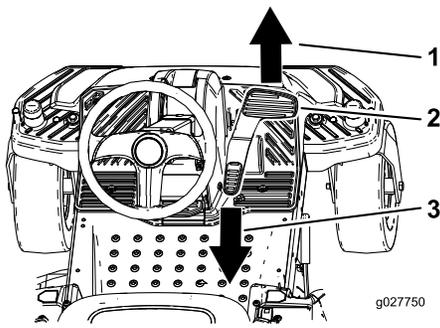

Figure 19
3. Posez le pied sur la pédale de déplacement et appuyez progressivement sur le haut de la pédale pour avancer ou sur le bas pour faire marche arrière (Figure 19).